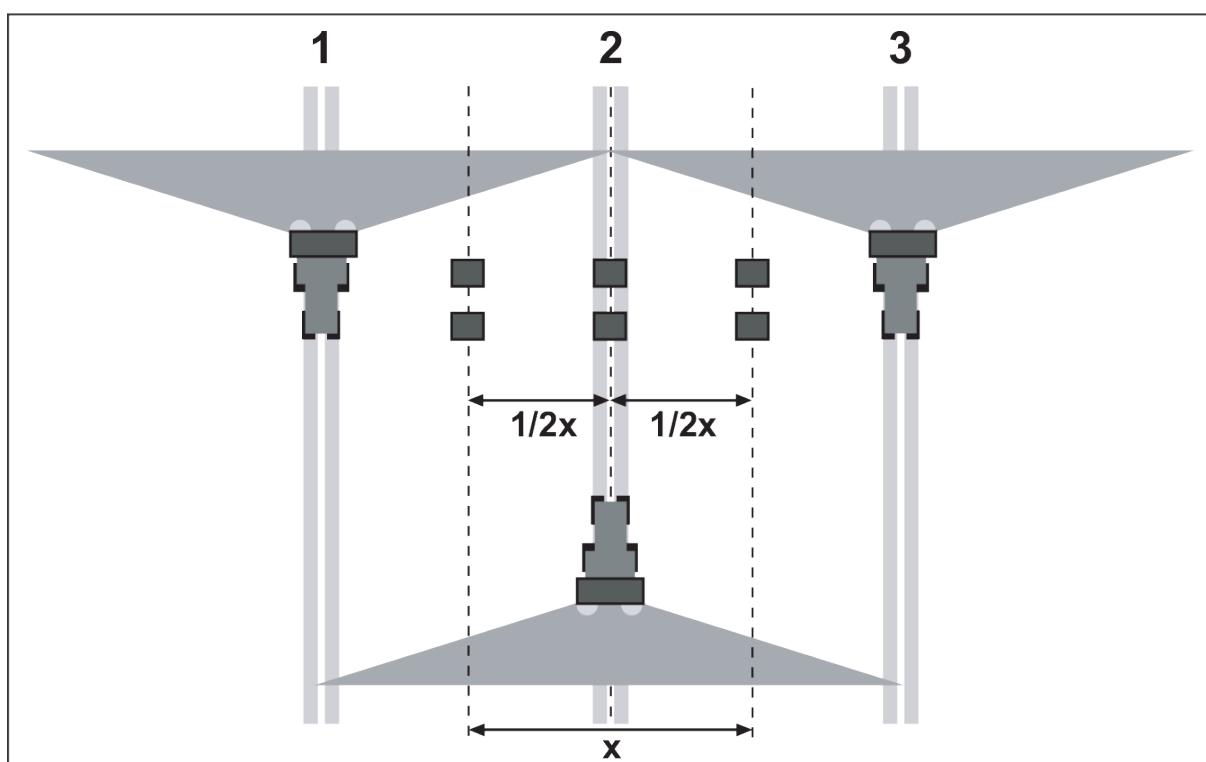

図 54: 3 回の走行のレイアウト
- ▶ それぞれ 2 つの回収トレイをオーバーラップゾーン (行路の間) とセンタートラックに 1 m 間隔で前後に配置します ( 図 54 を参照)。